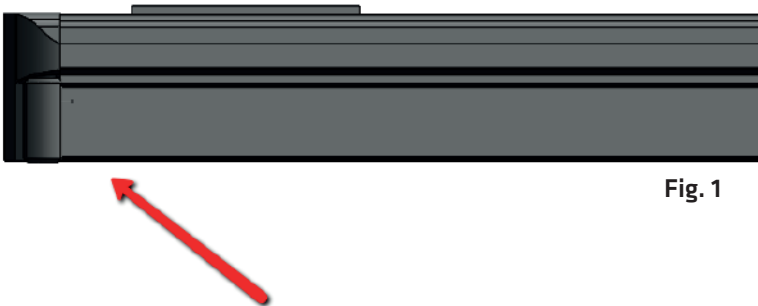

Fig. 1
1. Motoren er placeret i markisens venstre side, set udefra. For få adgang til justeringsterminalen skal markisen åbnes lidt, ca. ½ meter. Markisen leveres med et justeringsværktøj, som skal bruges til at justere motoren med. Har man mistet dette værktøj kan man bruge en almindelig umbraco-nøgle. (se fig.1)